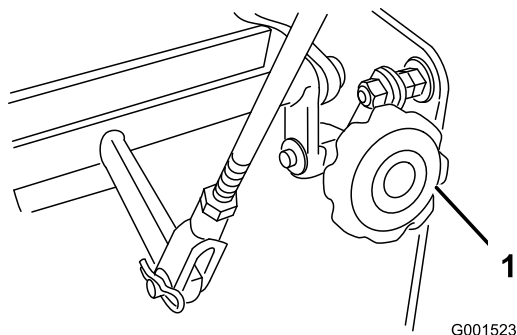

Figura 44
4. Si la unidad se desvía hacia un lado, gire el mando de ajuste de la dirección. Gire el mando a la derecha para dirigir la máquina hacia la derecha, y a la izquierda para dirigir la máquina hacia la izquierda (Figura 44).